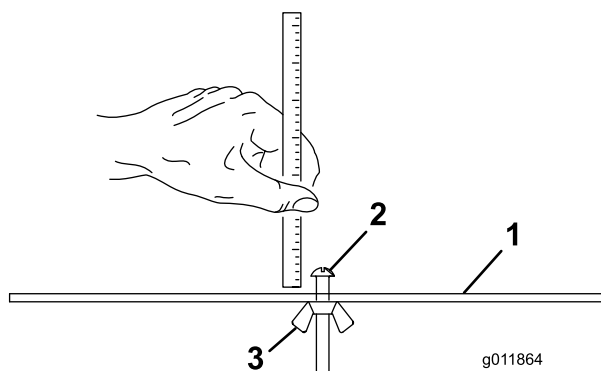

Рисунок 17
- Ослабьте гайку на измерительной планке (Рисунок 17) и с помощью регулировочного винта установите необходимую высоту скашивания. Расстояние между нижней частью головки винта и лицевой поверхностью планки равно высоте скашивания.